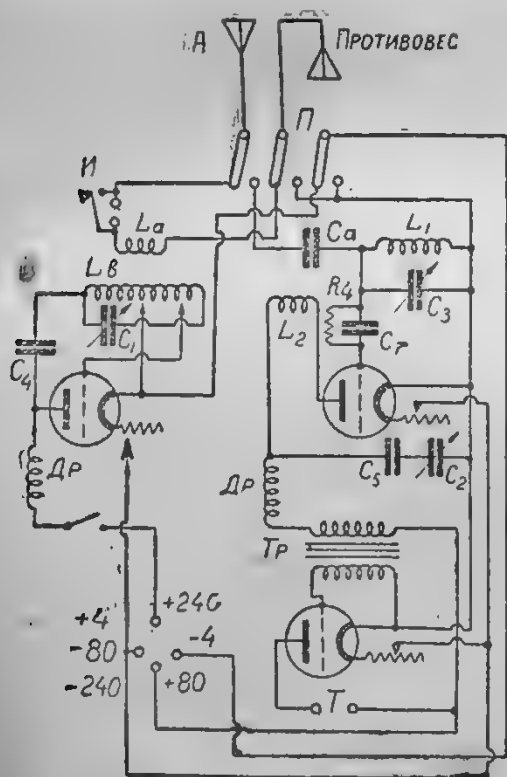
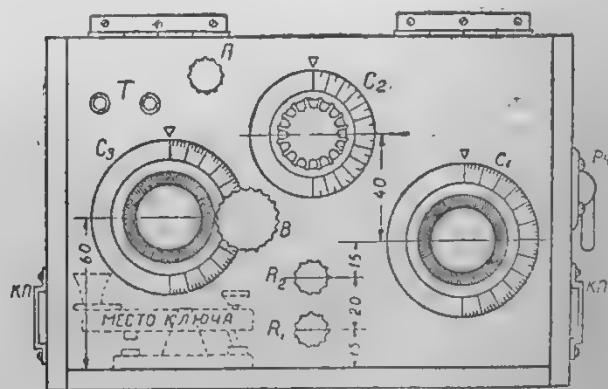

Рис. 1
Рис. 2
1) Передатчик по схеме Гартлей—однотактный, 2) приемник Шнелль, 3) одноламповый усилитель низкой частоты, 4) ключ Морзе, 5) измерительный прибор (тока и напряжения) и 6) переключатель на передачу и прием. Переход с приема на передачу производится одним нажатием кнопки П (рис. 2). Питание приемника и передатчика включается с помощью лампового докола. Принципиальная схема передвижки дана на рис. 1.
шек три человека, включая сюда также и питание и антенну. Развертывается она в 1—2 минуты. Для переноски в руках передвижка имеет ручки (РЧ), а для дальней переноски на ремне через плечо—скобки (КП) (видны на рис. 2).